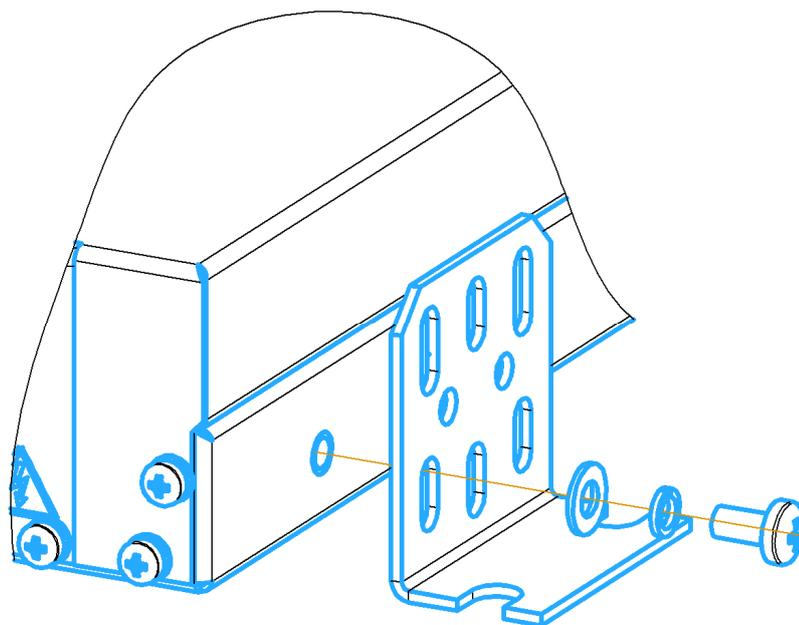

Рисунок 8 – Установка крепежного уголка в задней части устройства
4.2.5.1 Устройство монтируется с использованием четырех одинаковых крепежных уголков (два уголка в передней части устройства – см. рисунок 4, два уголка в задней части устройства – см. рисунок 8) и восьми крепежных точек (см. рисунок Б.2 приложения Б). Перечень крепежных изделий устройства приведен в таблице 3.
4.2.7 В зависимости от места установки, массы и группы механического исполнения при горизонтальном расположении устройства могут быть дополнительно закреплены через дополнительные боковые крепежные отверстия с резьбой М4 (см. рисунок 8) или располагаться на горизонтальных поверхностях.